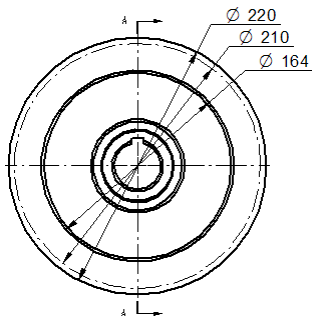
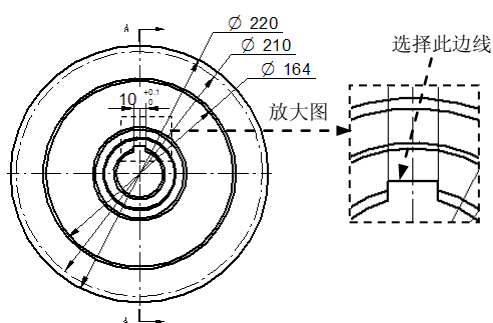

图 10.1.16 标注直径尺寸
图 10.1.17 标注公差尺寸 10
Step1. 标注主视图直径尺寸。单击 **主页** 选项卡 **尺寸** 区域中的  命令，标注图 10.1.16 所示的尺寸。
(1) 单击“智能尺寸”命令条中的“尺寸类型”按钮 ，然后在弹出的下拉菜单中选择 **± 公差** 选项。
(2) 在  文本框中输入“0.1”，在  文本框中输入“0”。
(3) 然后选择图 10.1.17 所示的边线，在合适的位置放置尺寸，结果如图 10.1.17 所示。